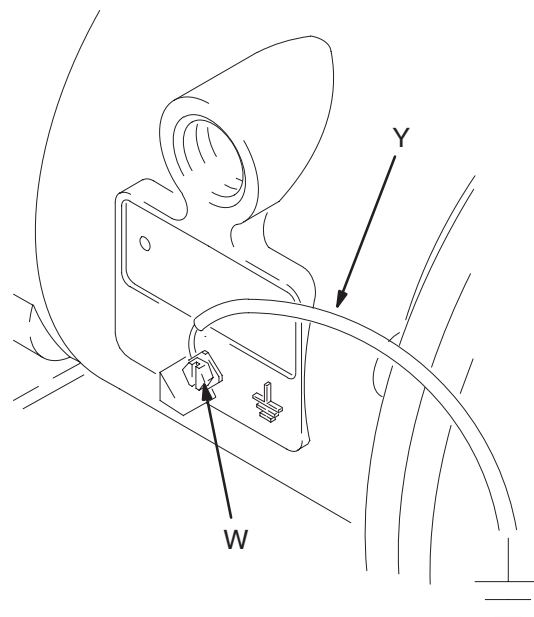

Abb. 1 02646B
- **Pumpe:** Erdungskabel mit Klammer wie Abb. 1 anschließen. Die Erdungsschraube (W) lösen. Ein Ende eines mindestens 1,5 mm² dicken Erdungskabels (Y) hinter die Erdungsschraube schieben und die Schraube fest anziehen. Das Klammerende des Erdungskabels an einen echten Masseanschluß anschließen. Bestellen Sie die Teile-Nr. 819.0157 (Erdungskabel mit Klammer).